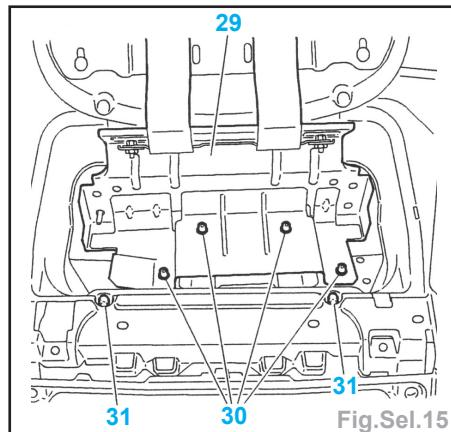
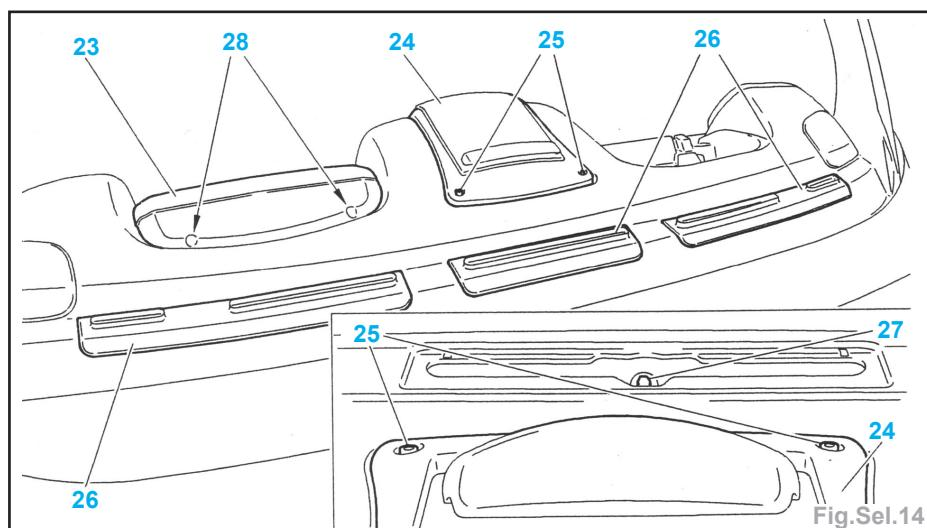

Fig.Sel.15
Fig.Sel.14
- Déposer (Fig.Sel.14) :
- les vis (28),
- le coussin gonflable passager (23) (voir le chapitre «Airbags»),
- les vis (25),
- le support document (24),
- les grilles d'aération (26) et les vis (27).
- Déposer (Fig.Sel.15) :
- les vis (30),
- le support coussin gonflable passager (29) et les vis (31).